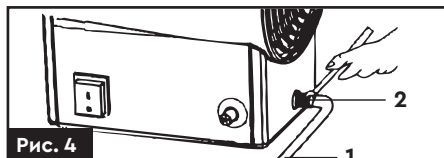

Рис. 4
3. Перевірте цілісність газового шлангу (входить до комплекту). Під'єднайте один кінець газового шлангу (1) до штуцера «Введення газу» (2) і надійно затягніть ключем гайку шлангу (рис. 4).
2. Від'єднайте газовий шланг **(1)** від штуцера «Введення газу» **(2) (рис. 4)**.